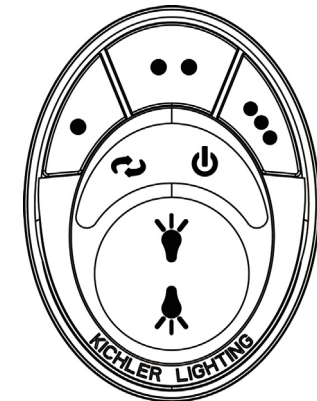

Fig. 32
**Fonctionnement par temps frais :** Inverser (sens horaire). Un flux d'air ascendant évacue l'air chaud des zones du plafond (Fig. 32). Cela vous permet de régler votre unité de chauffage sur un réglage plus froid sans affecter votre confort général.